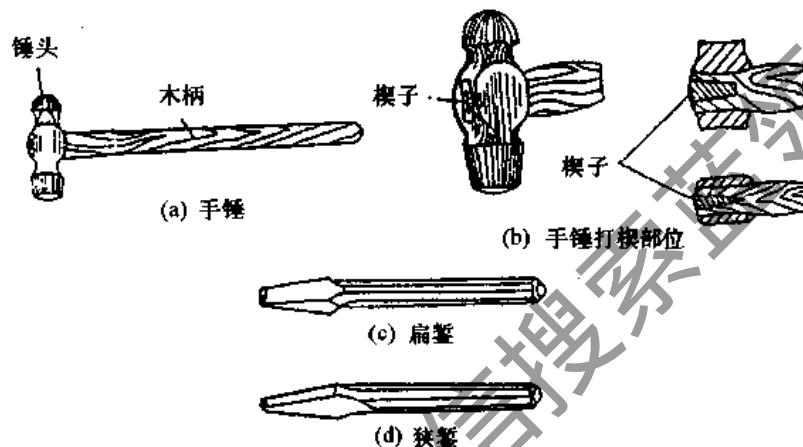

图 2-15 鑰削工具
鏨削工具用来对金属工件进行切削加工,主要是消除金属表面的凸缘、毛刺和分割材料等。鏨削工具包括鎚子和手锤,如图 2-15 所示。
(2) 手锤又称榔头,是钳工常用的敲击工具,如图 2-15 所示,它是由锤头和木柄两部分组成。锤头用碳素工具钢作材料,经淬硬处理制成。木柄选用较坚硬的木材制作,长度在 300mm ~ 350mm 之间。